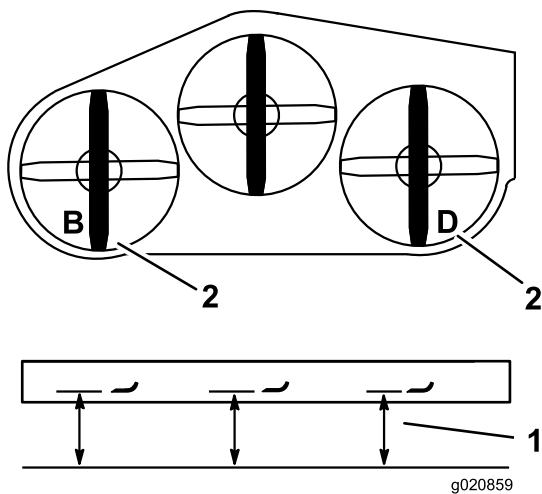

Figure 84
2. Mesurez et notez la distance au point **B** entre la surface plane et le tranchant de la pointe de la lame gauche (Figure 84).
3. Mesurez et notez la distance au point **D** entre la surface plane et le tranchant de la pointe de la lame droite (Figure 84).
**Remarque:** La mesure au point **B** doit être égale à 3 mm près à la mesure au point **D** (Figure 84). Si ce n'est pas le cas, passez aux opérations suivantes.